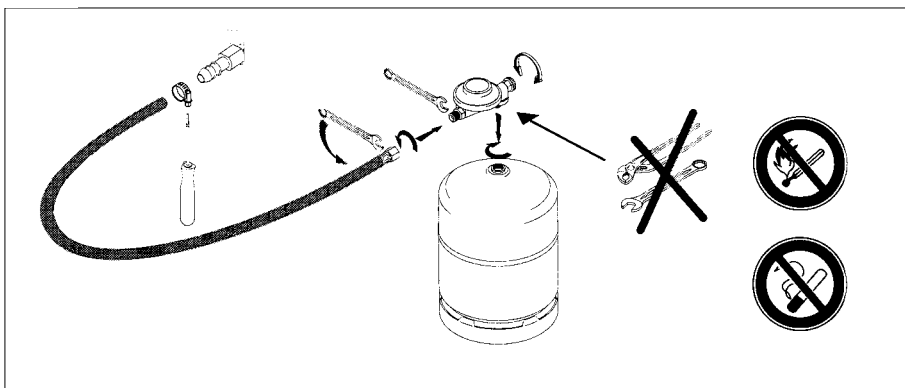

Figura 9.
10.4.2. Allacciamento di una bombola con valvola di ritegno interna a sfera (Figura 9)